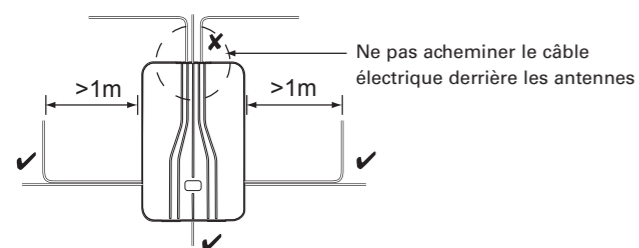
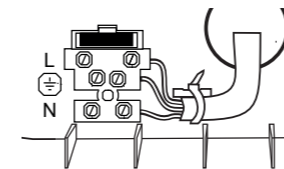

Figure 2. Acheminement du câble électrique
Figure 5. Connexions secteur
AVERTISSEMENT : lorsqu’elles sont connectées au réseau sous tension, les tensions de secteur sont présentes sur les têtes recouvertes des vis du bornier du connecteur secteur (Figure 5).
- Le câble électrique doit être tenu à l'écart et rester éloigné des antennes (Figure 2).
Connecter le câble électrique au bornier (Figure 5) et monter un collier de serrage. Confirmer que le câble électrique est acheminé comme indiqué dans la Figure 2.